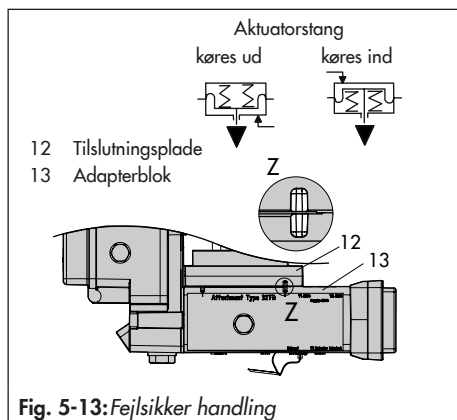

Fig. 5-13: Fejlsikker handling
8. Før skrueerne (13.1) gennem de midterste huller i adapterblokken (13).
9. Sæt tilslutningspladen (12) med tætningerne (12.1) på skrueerne (13.1) svarende til fejlsikker handling "aktuatorspindel køres ud" eller "aktuatorspindel køres ind". Den gældende fejlsikre handling bestemmes ved at rette udsparingen i adapterblokken (13) ind efter udsparingen i tilslutningspladen (12) (Fig. 5-13).